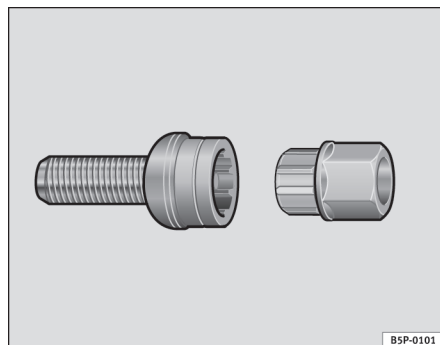

Fig. 155 Tornillo antirrobo de la rueda
- Coloque el adaptador hasta el tope en el tornillo antirrobo de la rueda ⇒ **fig. 155**.